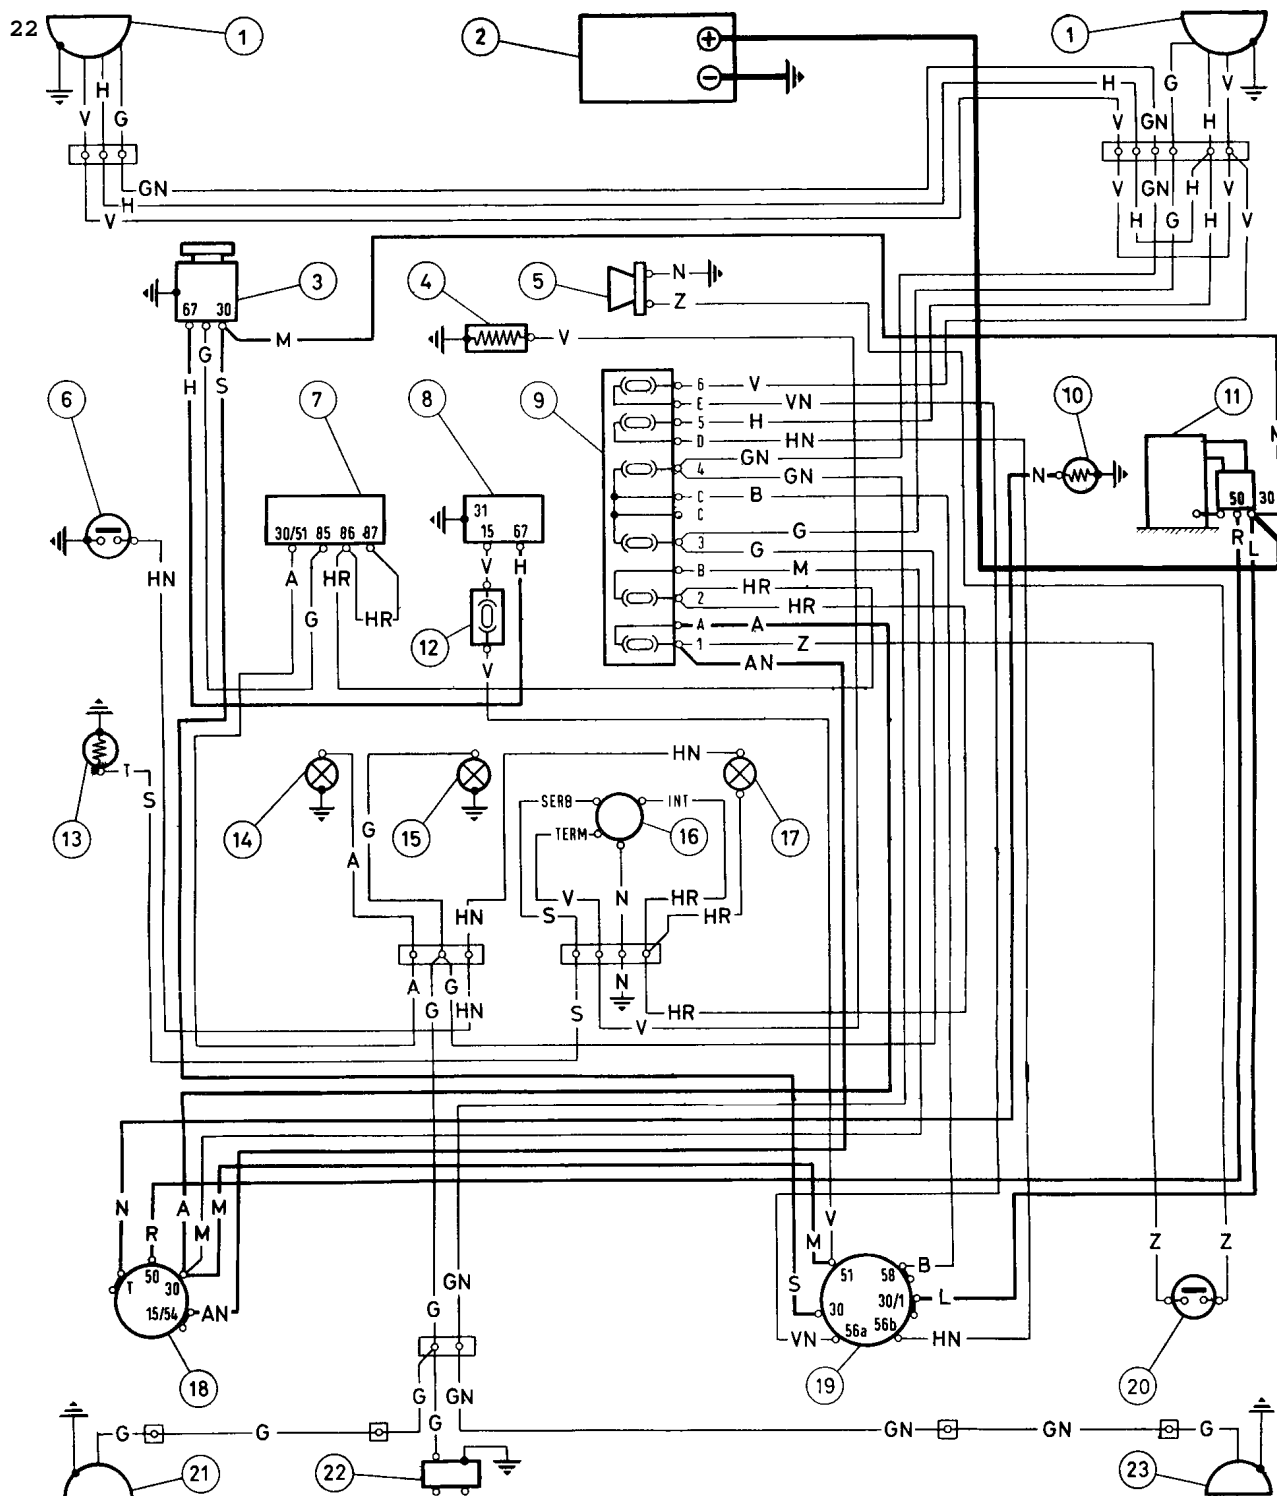

Bild 22.
- Om traktorn är utan batteri och därför startas med reservbatteri eller genom bogsering, är det nödvändigt att först lösgöra kabeln från växelströmgeneratorn 67 (se kopplingsschema bild 22 punkt 3) och hålla den lös medan motorn går.
- Kör aldrig motorn då kabel 30 är lösgjord (se kopplingsschema bild 22 punkt 3).